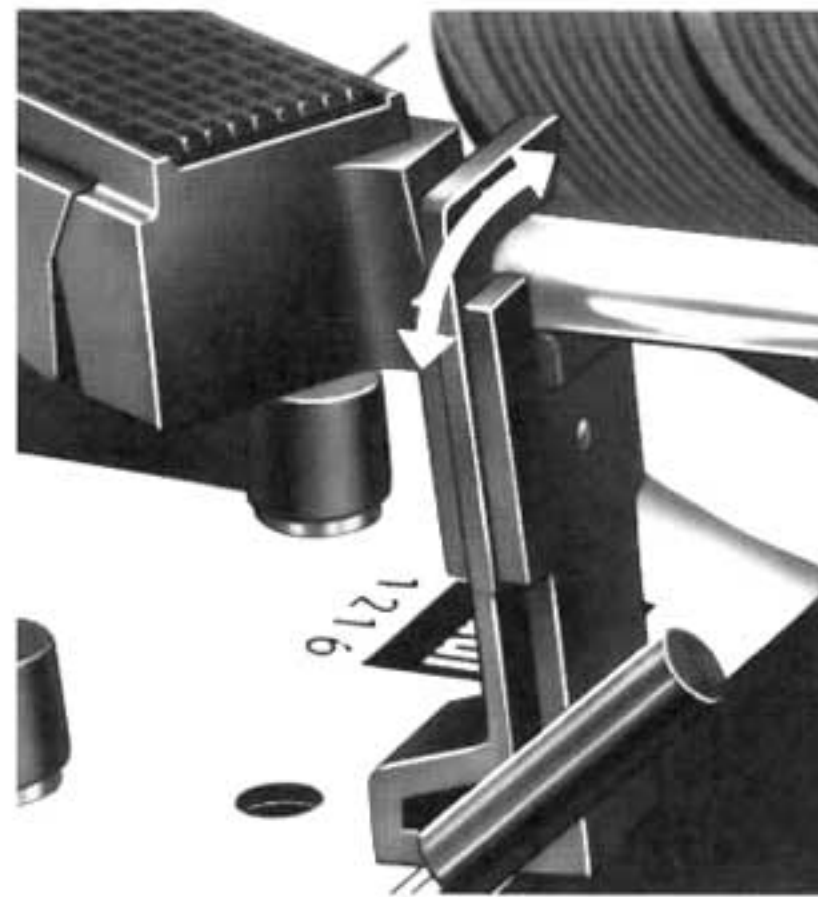

Fig. 7
Elija acto seguido la velocidad del plato ② requerida, coloque la tecla selectora ⑬ en el número que corresponda al diámetro del disco (17, 25 ó 30 cm., o bien 7, 10 ó 12") y libere el brazo fonocaptor (fig. 7). Con estas operaciones ha preparado el aparato para funcionar.
Observación: Después de reproducir el disco (tocadiscos) o el último disco de la pila (cambiadiscos), el brazo vuelve automáticamente a su soporte y el aparato se desconecta. Recomendamos cerrar la sujeción del brazo cuando no se desee utilizar más el aparato (fig. 7).